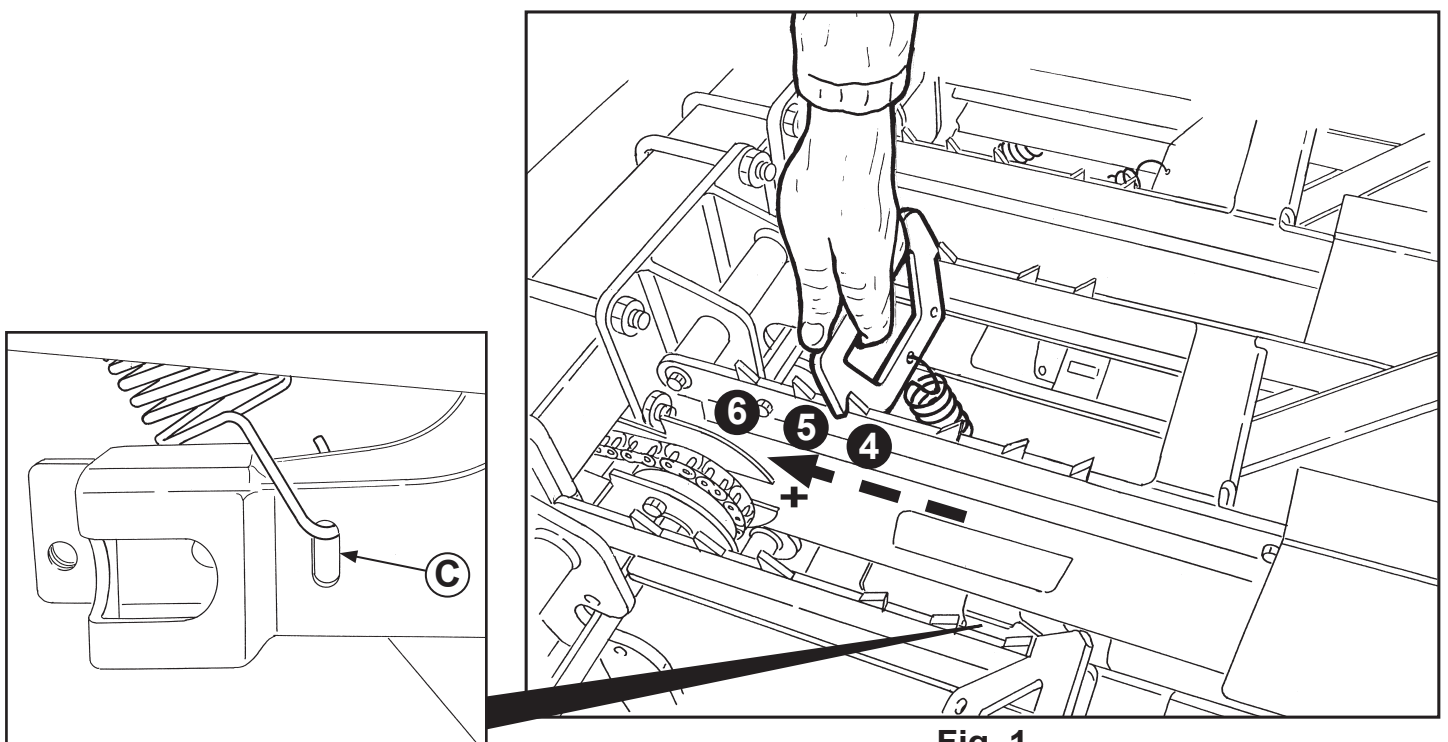

Fig. 1
- Arrêter la machine en appuyant sur le bouton (20).
- Tirer le levier (A) et le tourner de 90°.
- Décrocher le ressort (B) dans la partie inférieure.
- Placer l'extrémité inférieure du ressort sur l'orifice (C).
- Tourner le levier comme l'indique la **Fig. 1**. Tirer alors le levier en le déplaçant de la **position 4** vers la **position 6**, en le laissant ensuite appuyé sur l'encoche d'arrêt.
- Detenga la máquina presionando el botón (20).
- Tire de la palanca (A) y gírela 90°.
- Desenganche el resorte (B) en la parte inferior.
- Ubique el extremo inferior del resorte sobre el anillo (C).
- Gire la palanca como indica la **Fig. 1**. A este punto tire de la palanca desplazándola de la **posición 4** hacia la **posición 6**, dejándola luego apoyada sobre la muesca de detención.